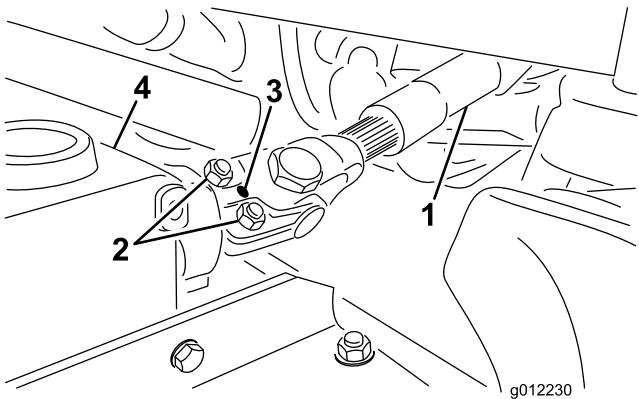

図 4
- A. ヨークとギアボックスのシャフトからロールピンを取り外す（図 4）。
- B. キャップスクリュ（2本）とロックナットをゆるめる（図 4）。
- ロールピンを使って、ヨークを刈り込みデッキのギアボックスに固定する（図 4）。
- ヨークとギアボックスを接続しているロックナットを締め付ける（図 4）。ロックナットを 175-225 in-lb (20-25 Nm=2.0-2.6 kg.m) にトルク締めする。